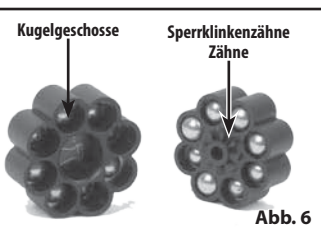

Abb. 6
- Entfernen Sie das Magazin und platzieren Sie ein Kugelgeschoss mit Kaliber .177 (4,5 mm) in jedem Patronenlager (Abb. 6).